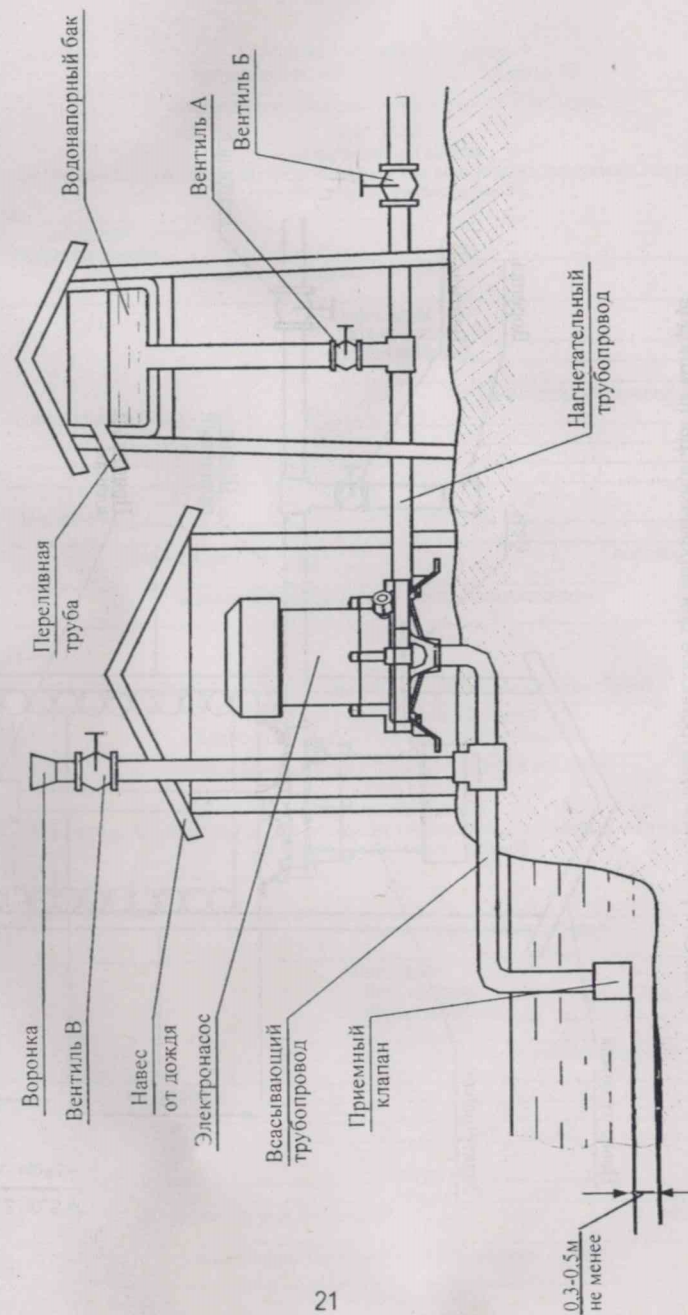

Рис. 13
1.8.1 При перекачке воды из открытого водоема (рис.13), колодца (рис. 14) или скважины, для любого варианта исполнения, расстояние от дна водоема до приемного клапана должно быть не менее 0,3 м.